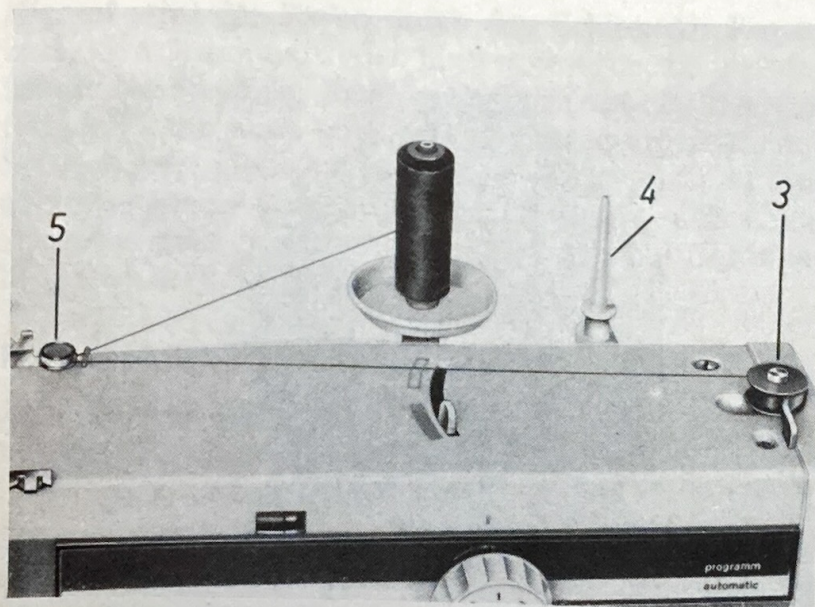

Abb. 5
7. Das Aufspulen des Unterfadens (Abb. 5)